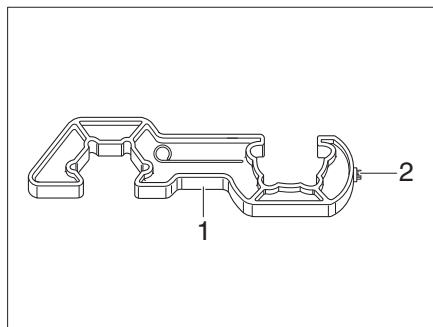

Fig. 246 Ayuda para atornillar
- ▶ Utilizar la ayuda para atornillar que se incluye (Fig. 246,1) para atornillar y desatornillar la manguera de alta presión. La ayuda para atornillar garantiza el par de apriete necesario y evita daños en la unión roscada causados por el uso de una herramienta incorrecta.
- Desatornillar la manguera de alta presión (Fig. 245,3) con la ayuda para atornillar (Fig. 246) de la bombona de gas.